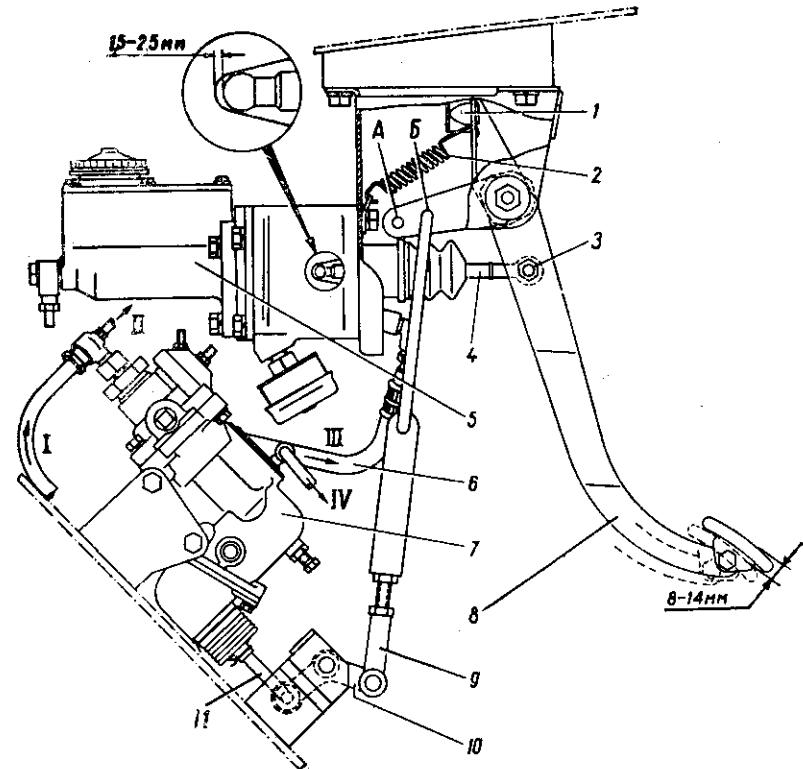

Рис. 50. Привод рабочей тормозной системы:
Рабочая тормозная система имеет гидравлический привод. Он состоит из подвесной педали 8 (рис. 50), главного цилиндра 5 с пневматическим усилителем, тормозного крана 7, трубопроводов и колесных цилиндров.
Привод тормозного крана должен быть отрегулирован так, чтобы подача воздуха в пневматический усилитель начиналась в начале рабочего хода тормозной педали. При отпущенном положении педали воздух не должен поступать из воздушных баллонов в усилитель. Регулировку производите изменением длины тяги 9 (см. рис. 50). В случае необходимости измените длину тяги 11 привода тормозного крана.
Величина зазора должна равняться 1,5—2,5 мм, что соответствует свободному ходу тормозной педали в пределах 8—14 мм (см. рис. 50) в середине площадки для ноги.
- отсоедините тягу 9 (см. рис. 50) от рычага 10;